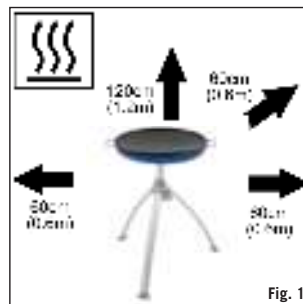

Fig. 1
- Dekk ikke og foretak ingen endringer på brennerens (F) lufthuller på bunnplaten, fordi det vil påvirke luftstrømmen til stammens lufthuller ind i trefotkabinettet (J). Det vil på sin side påvirke produktets ytelse og kan innene til at flammen brenner ustabil. Sørg for at enheten er tilstrekkelig langt ifra antenkelige materialer under bruk. Minimum sikkerhetsavstand er:
- Over enheten 1,2 m. Bakved og på siderne 600 mm. (Se fig.1)
- I tilfelle av tilbaketenning (der flammen brenner tilbake og antenner ind i brenneren eller venturikabinettet), skal gassforsyningen øyeblikkelig stenges av ved innenst at stenge styreventilen på gassbeholderen og deretter på tilinnenselsventilen (M). Etter at flammen er gått ut, fjernes regulatoren og pakkingens tilstand sjekkes - skift ut pakkingen i tvilstilfelle. Tenn på enheten igjen, som beskrevet i avsnitt 7 nedfor. Om flammen blir ved å tilbaketenne, returneres produktet til det nærmeste autoriserte CADAC serviceverksted.